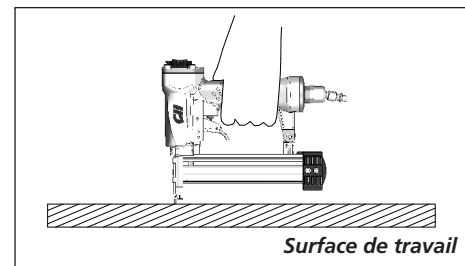

Figure 11
2. S'assurer que la gâchette et la pointe de contact (PC) se déplacent librement vers le haut et vers le bas sans coller ou gripper.
5. Enfoncer la PC contre la surface de travail sans tirer la gâchette (Voir la Figure 11). La cloueuse **NE DOIT PAS ÊTRE EN MARCHE**. Ne pas utiliser l'outil s'il fonctionne sans tirer la gâchette. Des blessures pourraient en résulter.